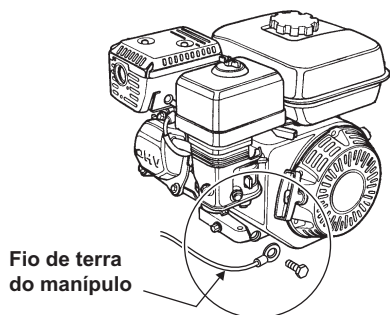

Figura 11. Ligação do fio de terra
- 3. Instale o fio de terra ao motor (motor Honda apresentado, Figura 11).